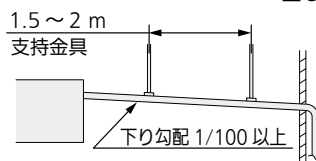

図 9
- 下り勾配は (排水側を下に) 1/100 以上とってください。(図 9)